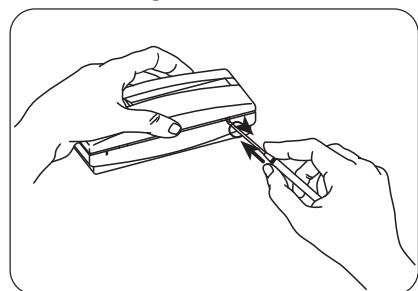

Figure 2 : Ouverture du couvercle
1. Ouvrez le couvercle en dévissant les vis situées sur la face supérieure ou inférieure du boîtier (Figure 2 : Ouverture du couvercle).